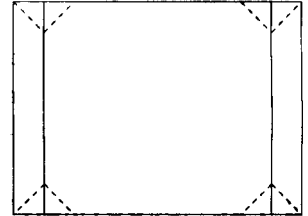

Fig. 5
- d) Regler E-W CORNER pour obtenir le meme resultat que la (fig. 5).